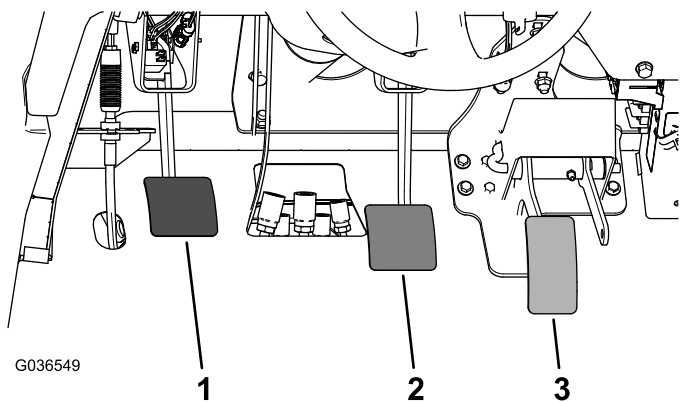

Figura 61
2. Ridică pedala de frână (Figura 61) până când intră în contact cu cadrul.
3. Slăbii contrapiulițele care fixează furca pe arborele cilindrului principal (Figura 61).